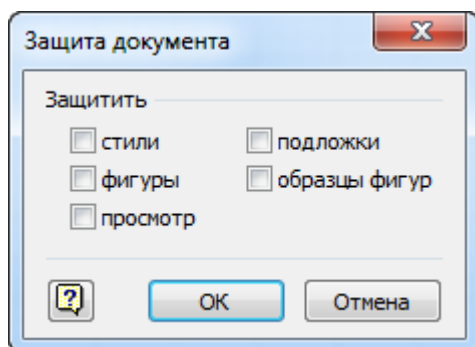

Рисунок 169 - Окно «Защита документа»
* - Фигуры, защищенные от выделения, могут оставаться выделенными до тех пор, пока не будет установлен флажок «Фигуры» в диалоговом окне «Защита документа» проводника по документам (рис. 169).